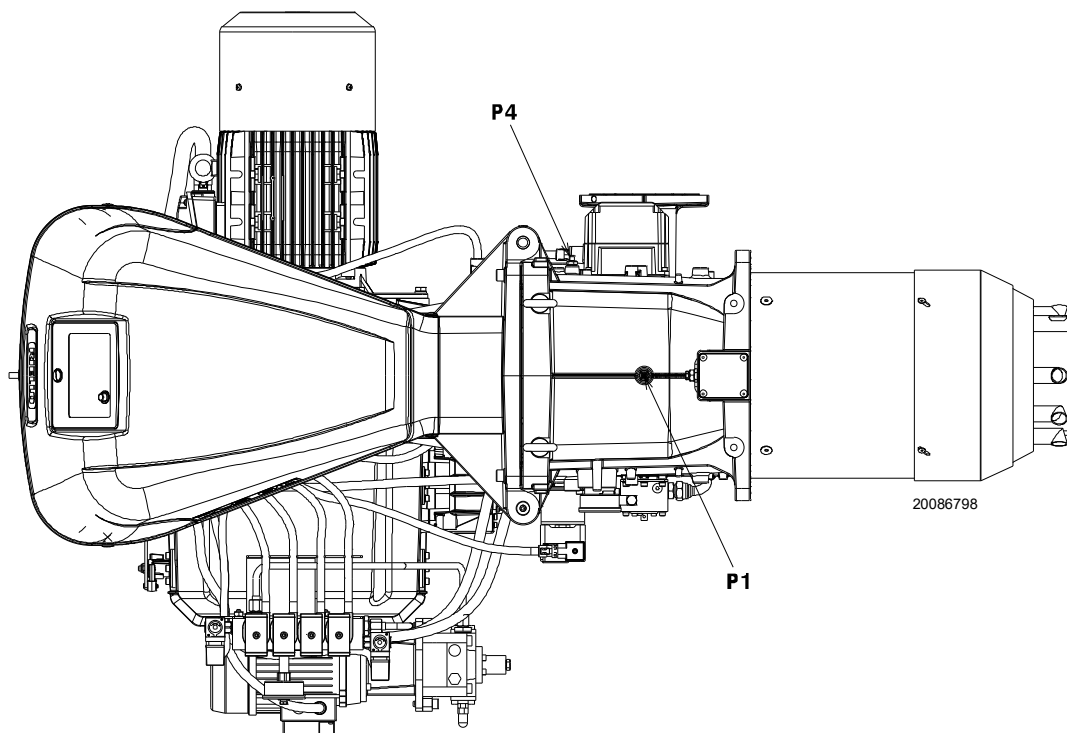

Fig. 26
Pression du gaz mesurée à la prise P1)(Fig. 26 à la page 29), avec :
- Soustraire de la pression du gaz à la prise P1)(Fig. 26 à la page 29) la pression dans la chambre de combustion.
Pression du gaz à la prise P1)(Fig. 26 à la page 29)=24,3 mbar
Pour connaître la pression de gaz nécessaire sur la prise P1)(Fig. 26 à la page 29), une fois établie la puissance MAX. à laquelle on veut faire fonctionner le brûleur :
- Lire sur la droite, colonne 1, la pression à la prise P1) (Fig. 26 à la page 29).
pression nécessaire à la prise P1) (Fig. 26 à la page 29).